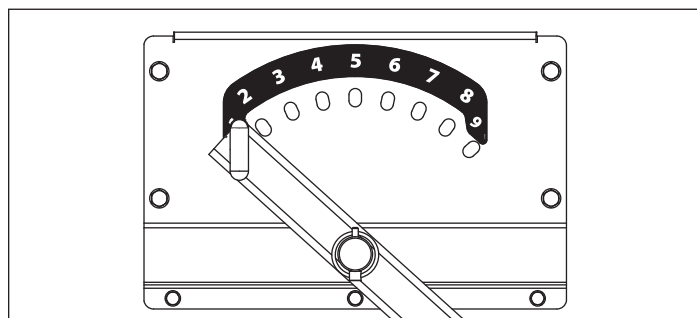

Figure 9
- b. Placer la flèche d'attelage au-dessus du trou de décalage latéral souhaité sur le plateau d'angle du carter. Voir Figure 9 et Table 1.